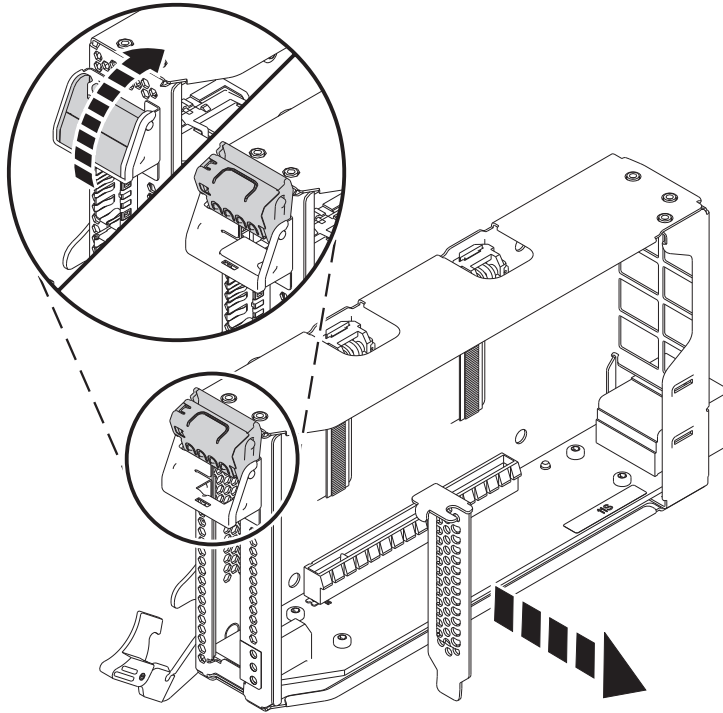

Figure 17. Retrait de l'obturateur de carte PCIe de la cassette de cartes
- c. Pour déverrouiller la contre-poupée d'obturation, faites tourner le taquet sur l'extrémité de contre-poupée de la cassette, comme illustré dans la figure 17, à la page 18.
- d. Retirez la contre-poupée d'obturation de la cassette, comme illustré dans la figure 17, à la page 18.